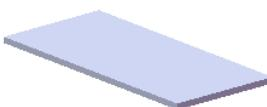
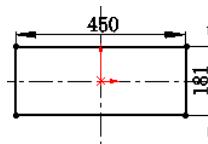

图 17.7.3 凸台一拉伸 1
图 17.7.4 横断面草图
Step2. 创建图 17.7.3 所示的零件基础特征——凸台一拉伸 1。
(1) 选择命令。选择下拉菜单 **插入(I)** → **凸台/基体(B)** → **拉伸(E)...** 命令。
(2) 定义特征的横断面草图。选取前视基准面作为草图平面，绘制图 17.7.4 所示的横断面草图。